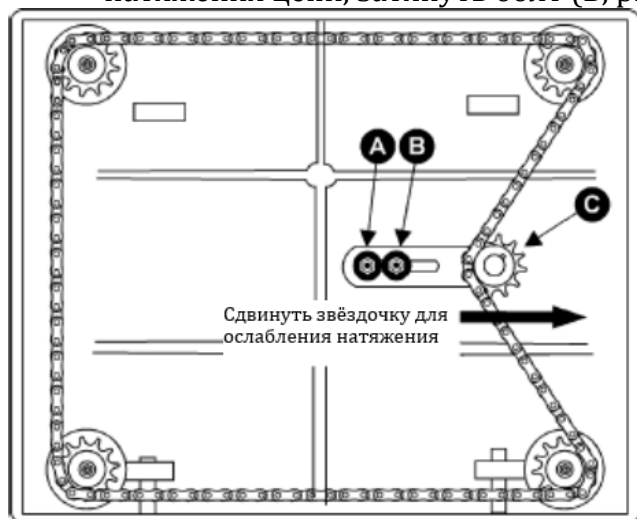

Рис. 21
2. Вывернуть болты, крепящие рейсмусовый станок к станине. Осторожно наклонить станок на сторону для получения доступа к нижней стороне основания (рис. 21).
3. Вывернуть болт (А, рис. 20) и ослабить болт (В, рис. 21), что даст возможность перемещать узел паразитной звёздочки (С, рис. 21) на достаточное для ослабления цепи расстояние.
6. При получении точной регулировки провести цепь вокруг угловой звёздочки, надеть паразитную звёздочку (С, рис. 21) для натяжения цепи, затянуть болт (В, рис. 21) и ввернуть и затянуть болт (А, рис. 21).